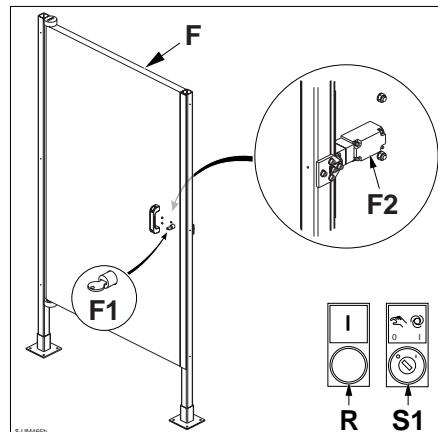

Fig. 2.1.5b
- sbloccare con la chiave F1 (Fig. 2.1.5b) il microinterruttore F2 sulla porta per poterla aprire